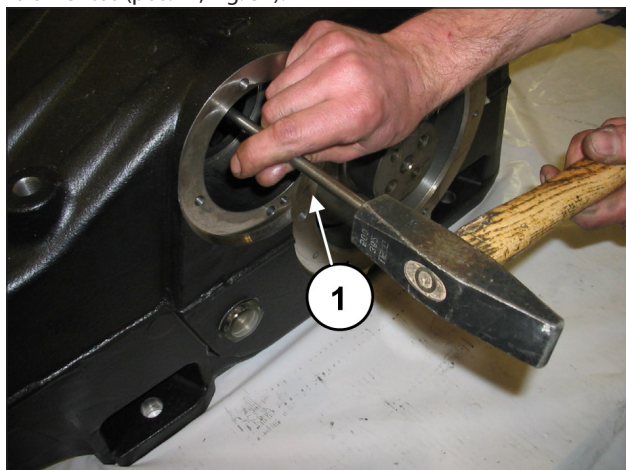
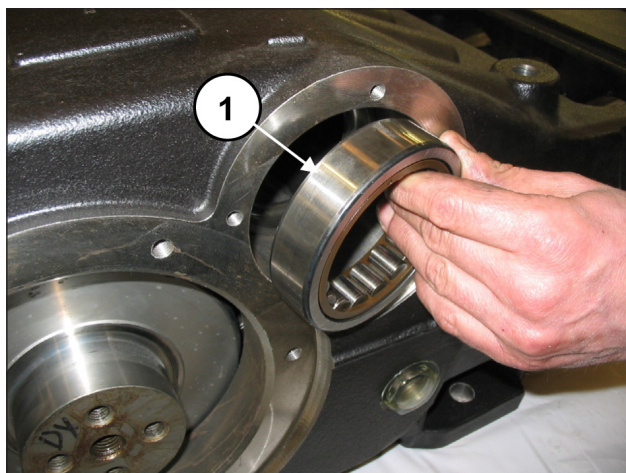
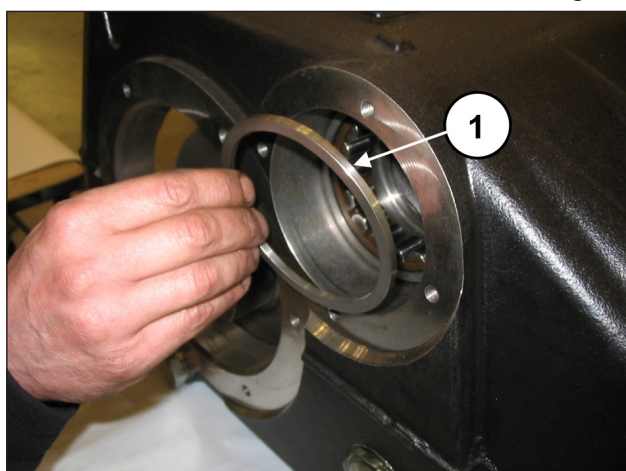
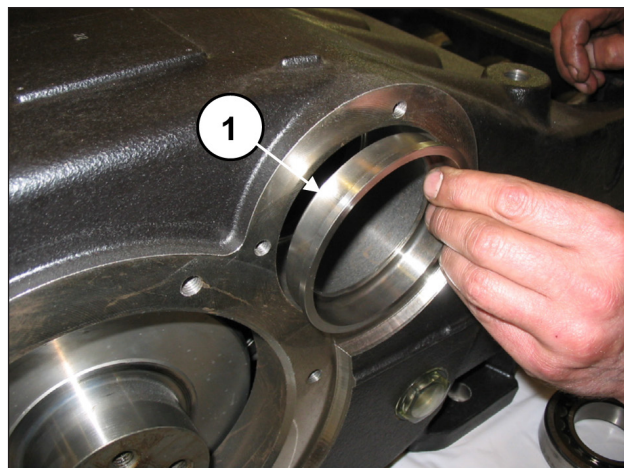

Fig. 34
Fig. 35
Fig. 36
Fig. 37
Usando uma barra suficientemente longa (pos. ①, Fig. 34) e um martelo, extraia do cárter da bomba os anéis dos rolamentos (pos. ①, Fig. 35), o espaçador do rolamento externo (pos. ①, Fig. 36) e a bússola de lubrificação dos rolamentos (pos. ①, Fig. 37).